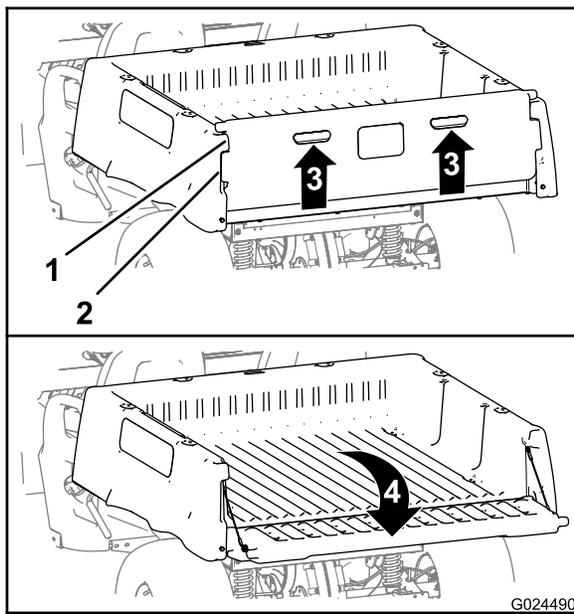

Figure 13
2. Passez les doigts dans les poignées du panneau arrière pour le soulever (Figure 13).
3. Alignez les bords de verrouillage du panneau arrière sur les ouvertures entre les bords de verrouillage sur le plateau de chargement (Figure 13).
4. Faites pivoter le panneau arrière vers l'arrière et le bas (Figure 13).
2. Faites pivoter le panneau arrière vers le haut et l'avant jusqu'à ce que les bords de verrouillage du panneau arrière soient de niveau avec le creux dans le plateau de chargement (Figure 13).
3. Abaissez le panneau arrière jusqu'à ce qu'il soit de nouveau engagé à l'arrière du plateau de chargement (Figure 13).